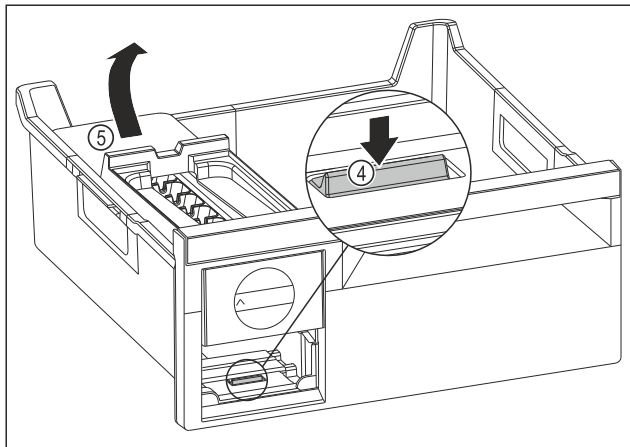

Fig. 120
- Estrarre il corpo dell'EasyTwist-Ice: Con un dito spingere la linguetta Fig. 120 (4) verso il basso e allo stesso tempo, con l'altra mano, sollevare il corpo dell' EasyTwist-Ice Fig. 120 (5) da dietro.